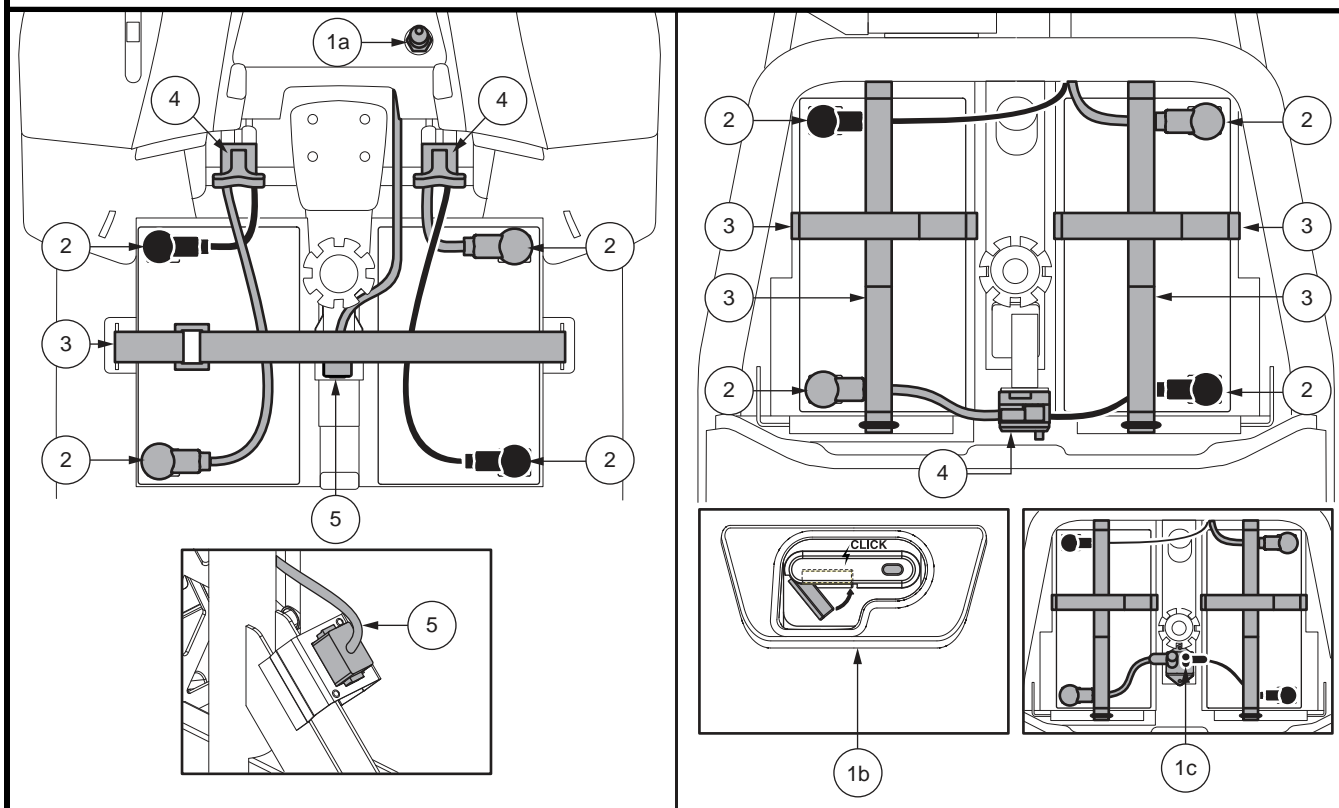

Figura 14. Rimozione della batteria/ installazione di terminali e connessioni
3. Per tutti i modelli ECCEPTE i mod 614 e 714, scollegare le connessioni telaio anteriore-posteriore. Staccare entrambi i connettori della batteria tirandoli fuori dalla morsettieria. Vedere figura 14.
- 6. Posizionare la batteria nuova nell'alloggiamento corrispondente. Orientare i poli di ciascuna batteria in direzione opposta al sellino con il polo positivo (+) e negativo (-) posizionati come illustrato nella **figura 14.**